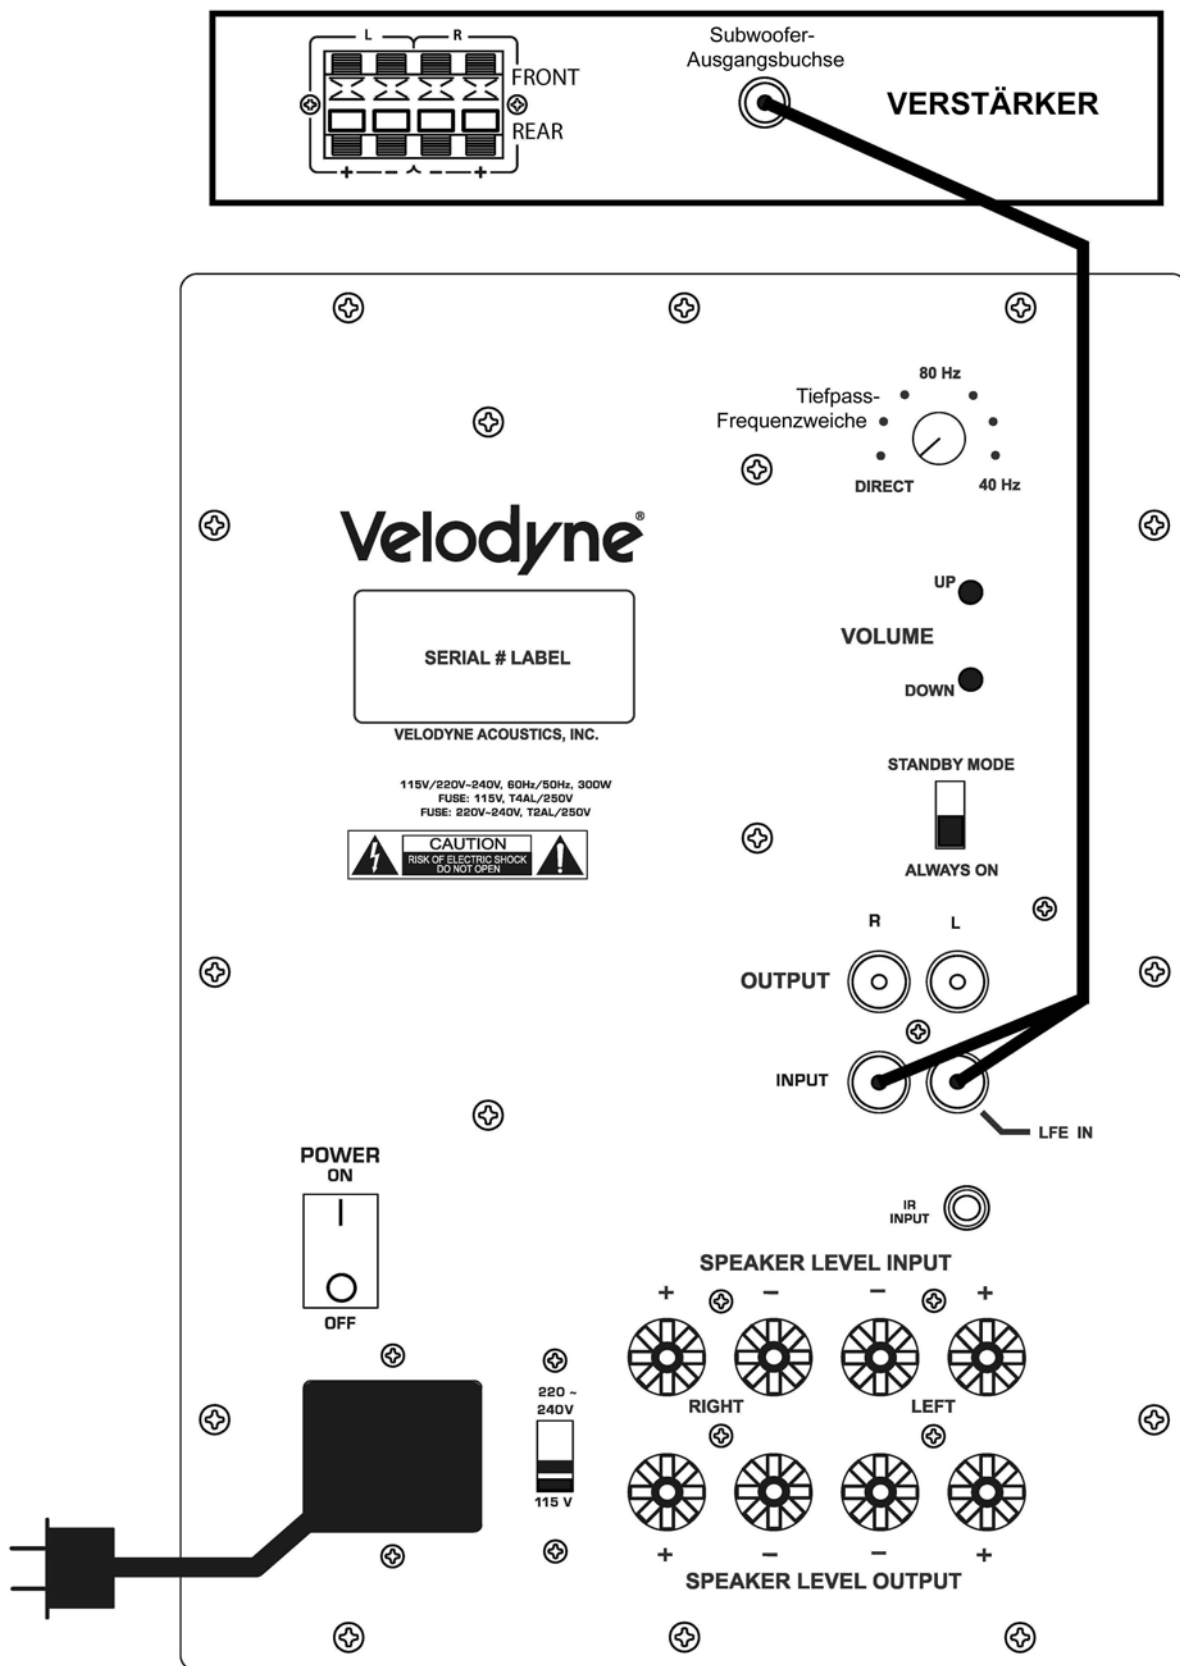
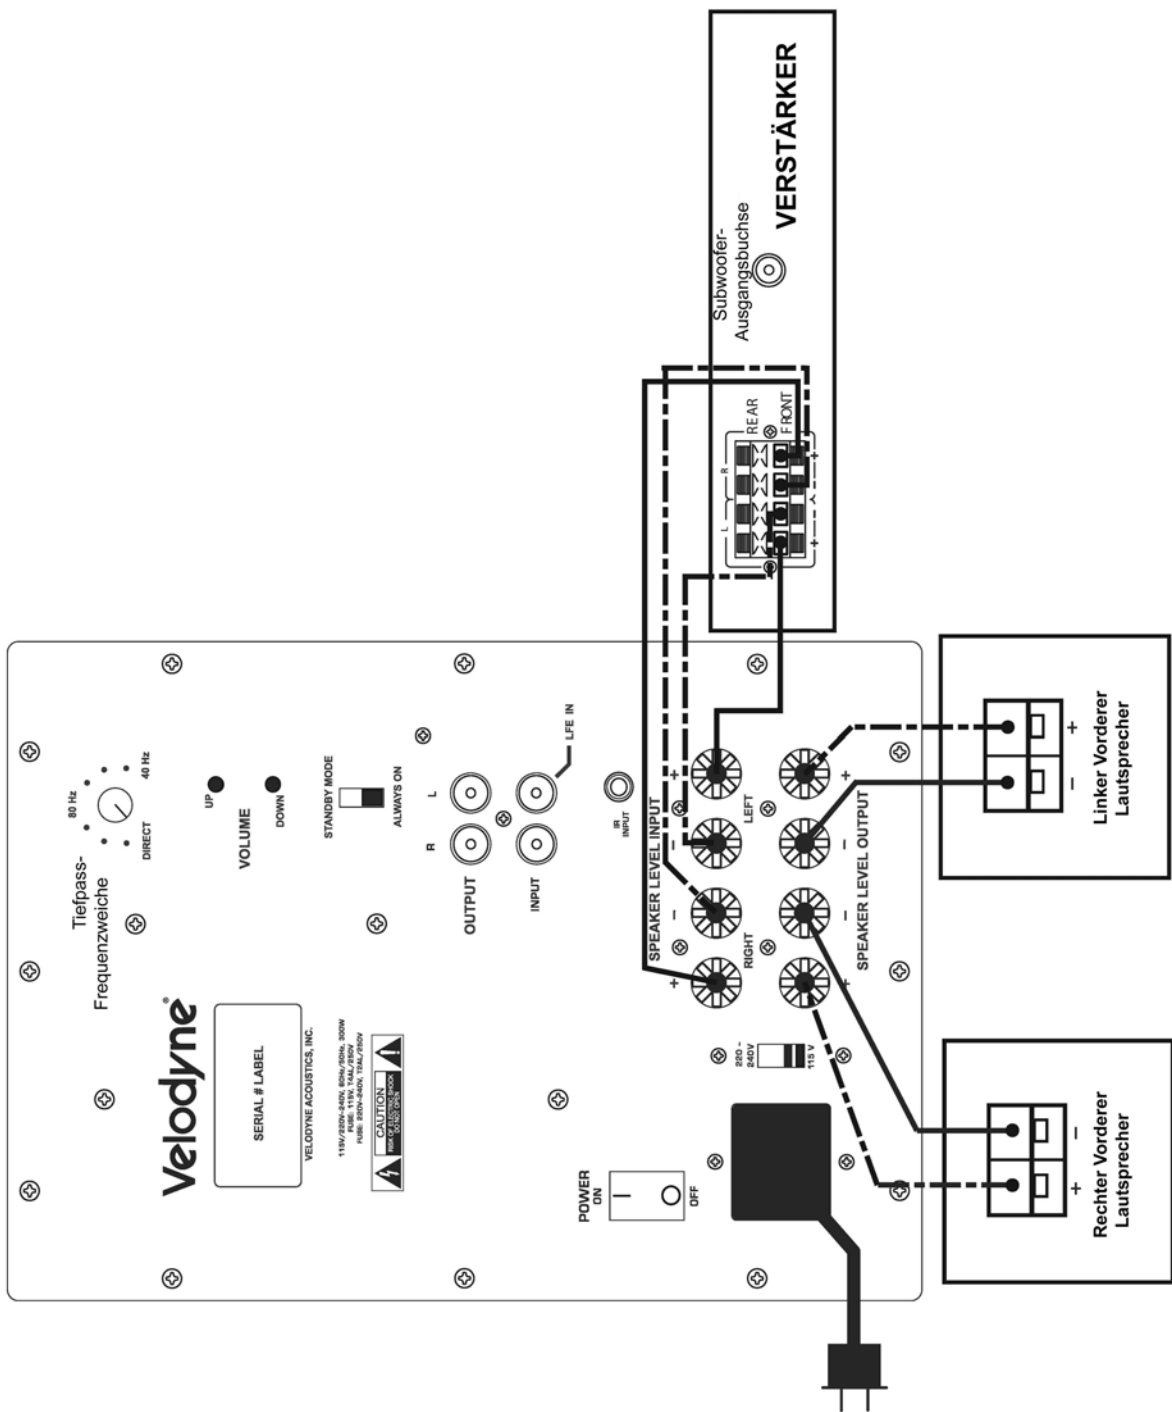

Abbildung 4. Anschlussdiagramm für Hochpegelanschlüsse.
Abbildung 5. Anschlussdiagramm für Lautsprecherpegelanschlüsse.
1. Werden die Hochpegeleingänge verwendet, dann sollten stets **sowohl der linke als auch der rechte Eingang verwendet** werden – verwenden Sie niemals nur den linken oder nur den rechten Eingang. Wenn Sie Hochpegelverbindungen von einem Vorverstärker oder Signalprozessor verwenden, dann verwenden Sie sowohl den Linken als auch den Rechten Ausgang Ihres Prozessors oder Vorverstärkers und verbinden Sie mit dem Linken und Rechten Eingang Ihres Subwoofers. (Siehe Abbildung 4 auf Seite 11).
2. Verwenden Sie einen Receiver mit LFE- Ausgang, dann überzeugen Sie sich, dass der LFE- Kanal ein ausreichend starkes Signal zum Subwoofer sendet. Die Werkseinstellung des Subwoofers liegt auf einer von 1 bis 80 reichenden Skala bei 30 (etwa ein Drittel der Maximallautstärke). Stellen Sie den LFE- Kanal an Ihrem Receiver oder Prozessor entsprechend ein, damit der gewünschte Bassausgangspegel erreicht wird. Sehen Sie zur genaueren Information darüber in der Bedienungsanleitung Ihres Receivers oder Prozessors nach (Siehe Abbildung 5 auf Seite 12).
(Sehen Sie Abbildung 4 – Anschlussdiagramm für Hochpegelanschluss des Subwoofers, und Abbildung 5 – Anschlussdiagramm für Lautsprecherpegelanschluss des Subwoofers, auf den Seiten 11 und 12).